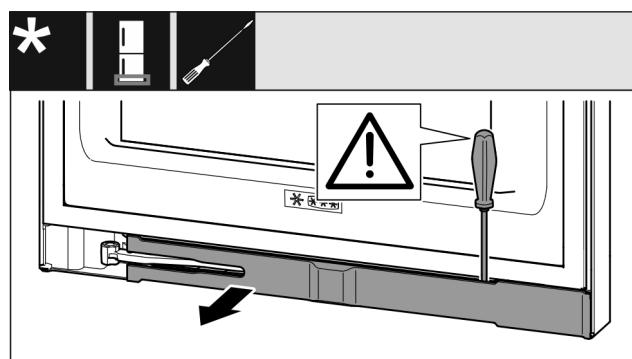

Fig. 13
- ▶ При помощи шлицевой отвертки освободите накладку и отведите в сторону Fig. 13 () .